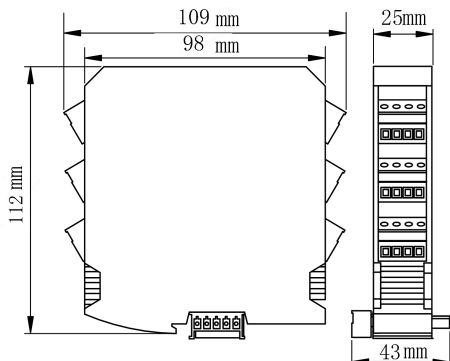
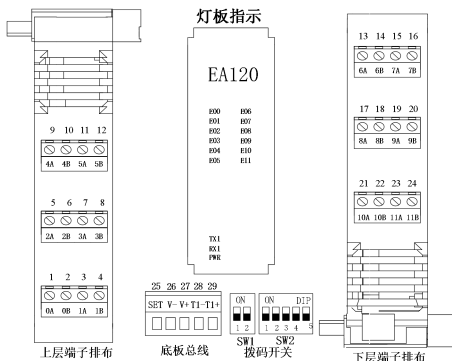

图 E-19 EA122 外形尺寸图
图 E-20 EA122 产品端子排布图
- EA122 外形尺寸和端子排布分别如图 E-19 和图 E-20 所示。